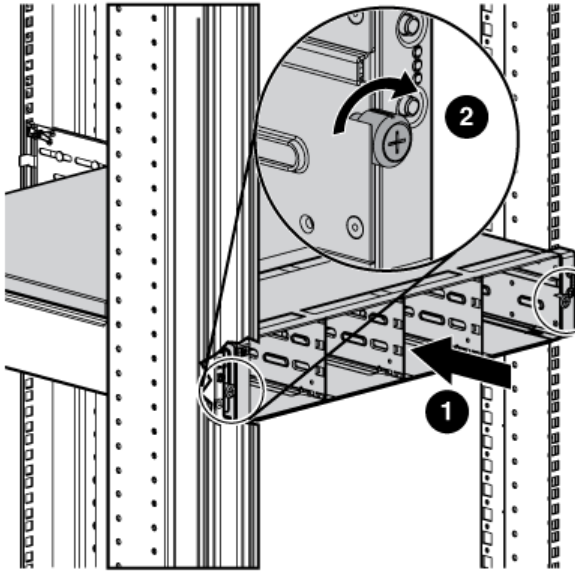

Abbildung 10 Befestigen der Rückseite des Enclosures im Rack (Ansicht von der Vorderseite des Racks)
3. Schieben Sie das Enclosure weiter in das Rack, bis die Vorderseite mit der Vorderseite des Racks abschließt (1, Abbildung 10). Ziehen Sie die Rändelschrauben des Enclosures im Rack fest (2). Achten Sie darauf, dass Sie die Rändelschrauben nicht überdrehen und dadurch beschädigen.